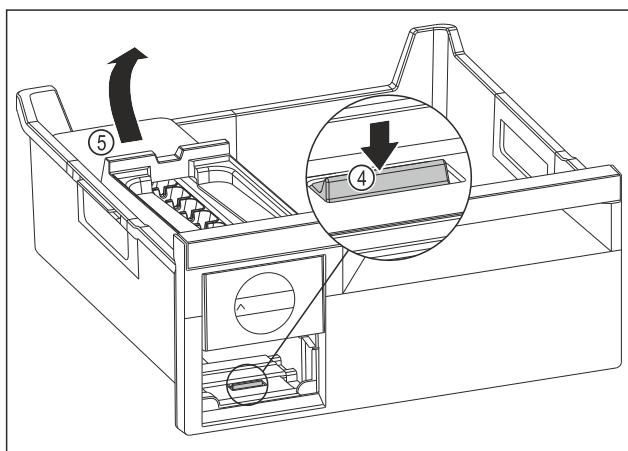

Fig. 141
- Извлеките корпус EasyTwist-Ice: Надавите пальцем вниз на накладку Fig. 141 (4) и одновременно другой рукой поднимите корпус EasyTwist-Ice Fig. 141 (5) сзади.